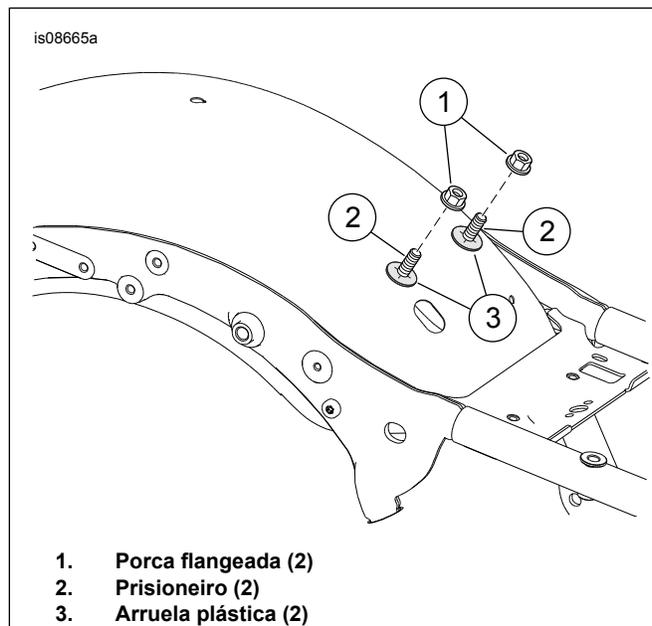

Figura 2. Ferragens de fixação
3. Veja Figura 2 . Remova as porcas (1). Deixe as arruelas (3) e os parafusos prisioneiros (2) no lugar.
5. Veja a figura 2. Coloque a base de montagem sobre os parafusos prisioneiros (2) e as arruelas plásticas (3).